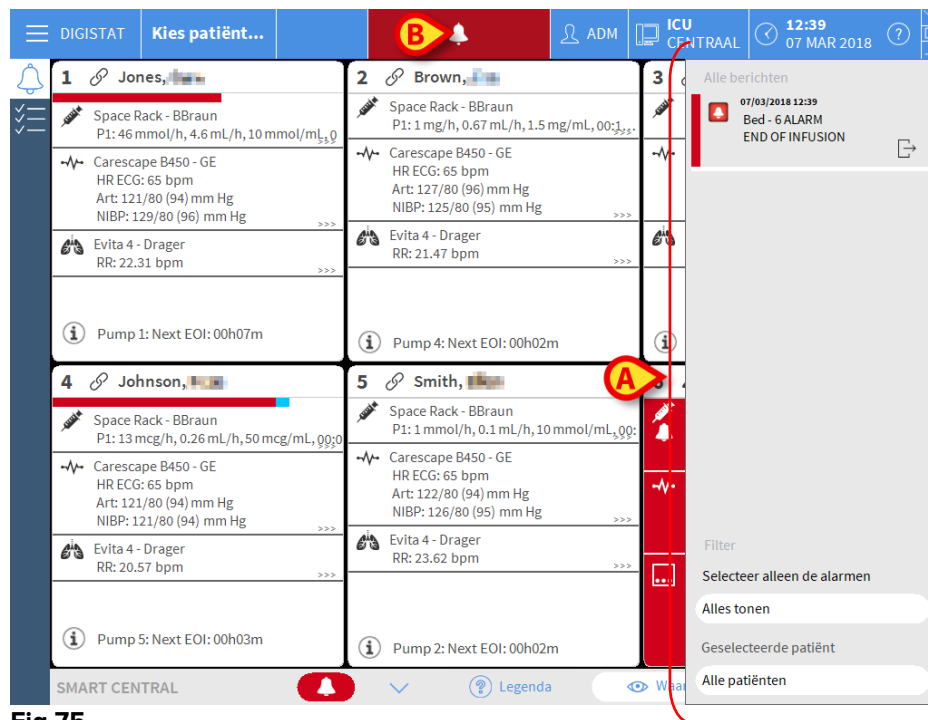
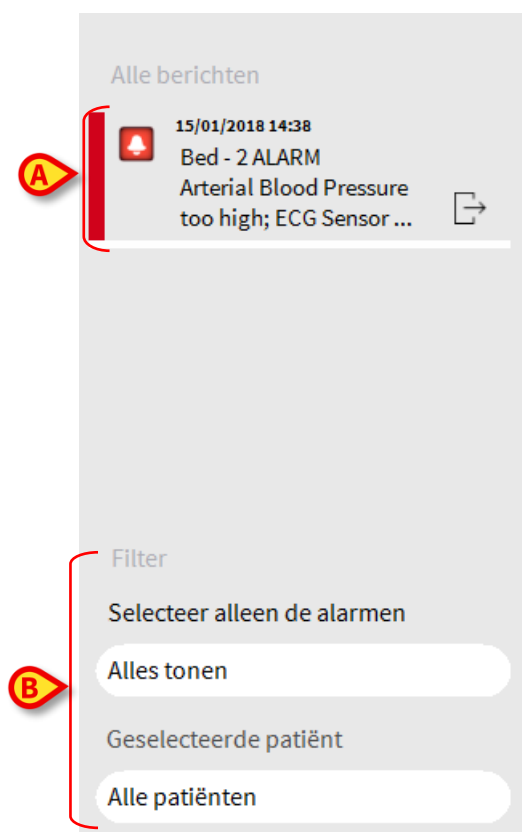

Fig 75
Fig 76
Rechts van het Smart Central scherm wordt een notificatiegebied weergegeven dat verschillende meldingen weergeeft die door de aangesloten apparaten zijn verzonden (Fig 75 A, Fig 76).
- Alleen zichtbaar zijn wanneer de gebruiker op de DIGISTAT® toets op Control Bar klikt (Fig 75 B).
De verschillende meldingen worden in chronologische volgorde (de meest recente bovenaan - Fig 76 A) en op ernst (alarmen met hoge prioriteit bovenaan, dan middelhoge prioriteit, dan lage prioriteit) weergegeven.
Onderaan het meldingengebied zijn vier verschillende filters beschikbaar. Met deze filters kan men het type weer te geven melding selecteren (Fig 76 **B**). De beschikbare filters zijn: